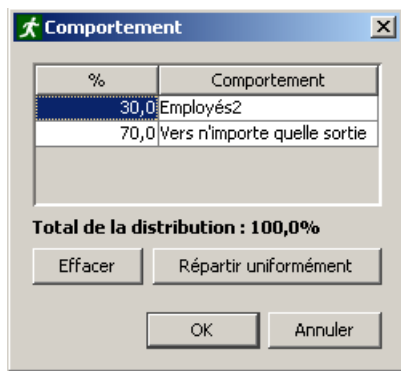

Figure 5.23 : modifier la répartition des comportements ou profils
- Profil** : cette option permet de paramétrer une distribution des profils pour les occupants, comme indiquer que 25 % des occupants ajoutés doivent être des femmes < 30 ans, que 30 % doivent être des enfants, etc. La légende affiche la répartition actuelle et s'il y a plus d'un profil défini dans le modèle, il est possible de cliquer sur la valeur pour modifier cette répartition. Un dialogue s'affiche alors, comme illustré à la figure 5.23.